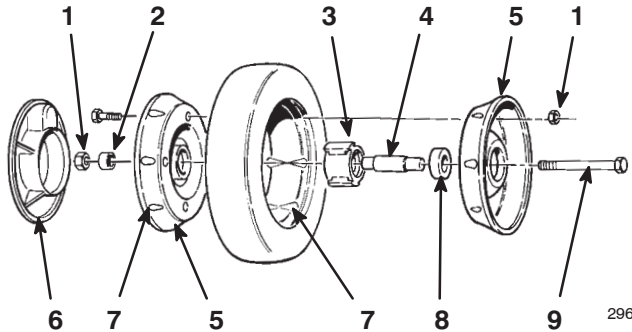

Bild 40
3. Entfernen Sie die Kopfschraube, das Distanzstück im Rad und die Sicherungsmutter, die das Rad am Gelenkarm befestigen (Bild 40).
4. Nehmen Sie die Radhälften von den Reifen ab, indem Sie vier Kopfschrauben und vier Sicherungsmuttern entfernen (Bild 40).
Hinweis: Wenn Sie die Lager aus der Lager-/Nabengruppe entfernen, führen Sie diesen Schritt durch Drücken auf das Lagerdistanzstück durch (Bild 40).
1. Positionieren Sie den Reifen auf einer Radhälfte, wobei Sie die Ansätze an beiden ausfluchten (Bild 40).
2. Positionieren Sie die Lager-/Nabengruppe in das zentrale Loch der Radhälfte. Stellen Sie sicher, dass die Beine der Nabe über dem Flansch des Lochs positioniert sind (Bild 40).
3. Legen Sie die zweite Radhälfte über die Lager-/Nabengruppe, wobei Sie die Rad- und Reifenansätze mit den Befestigungslöchern abstimmen (Bild 40).
4. Montieren Sie die beiden Radhälften locker mit zwei 2 x 38 mm Gewindeschrauben und einfachen Muttern. Führen Sie die Schrauben in die gegenüberliegenden Löcher ein (Bild 40).
5. Kontrollieren Sie, ob alle Bauteile gefluchtet sind und ziehen dann die Schrauben, abwechselnd von Seite zu Seite, so fest, dass die beiden Radhälften gleichmäßig zusammengezogen werden (Bild 40).
6. Setzen Sie die zwei Kopfschrauben und Sicherungsmuttern, die Sie vorher entfernt haben, in die restlichen Löcher der Radhälften ein und ziehen diese fest. Entfernen Sie die beiden langen Gewindeschrauben und ersetzen diese durch zwei Kopfschrauben und zwei Sicherungsmuttern (Bild 40).
7. Montieren Sie das Rad mit Hilfe von Kopfschrauben, einem Distanzstück und einer Sicherungsmutter am Gelenkarm. Stellen Sie dabei sicher, dass sich das Distanzstück zwischen der Radnabe und dem Gelenkarm befindet (Bild 40).